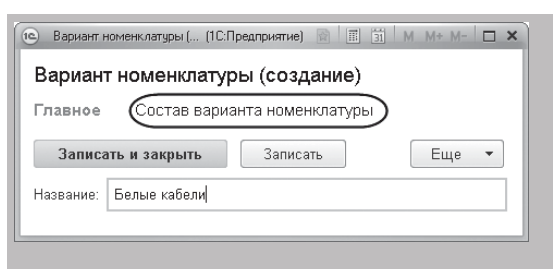

Рисунок 22.21 - Форма элемента справочника «Вариант номенклатуры»
3.1 В режиме «1С:Предприятие» создадим вариант номенклатуры «Белые кабели» (рисунок 22.21).